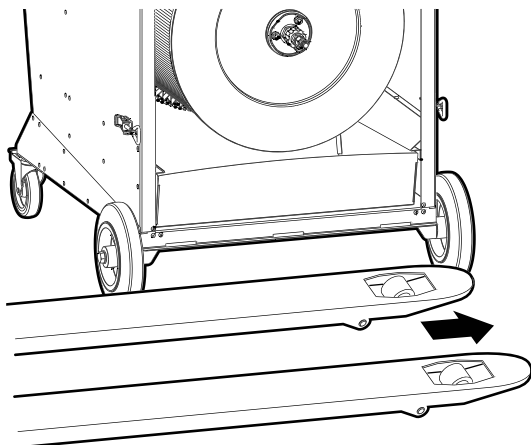
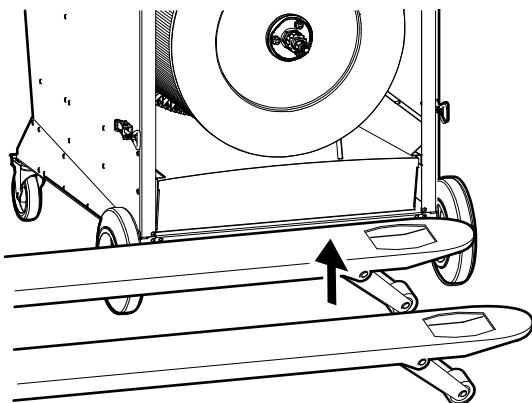

Fig. 32
Fig. 33
3. Si es necesario, utilice una superficie de descarga adecuada a la altura del recipiente de polvo, por ejemplo, una transpaleta, consulte las **Fig. 32** y **Fig. 33**.